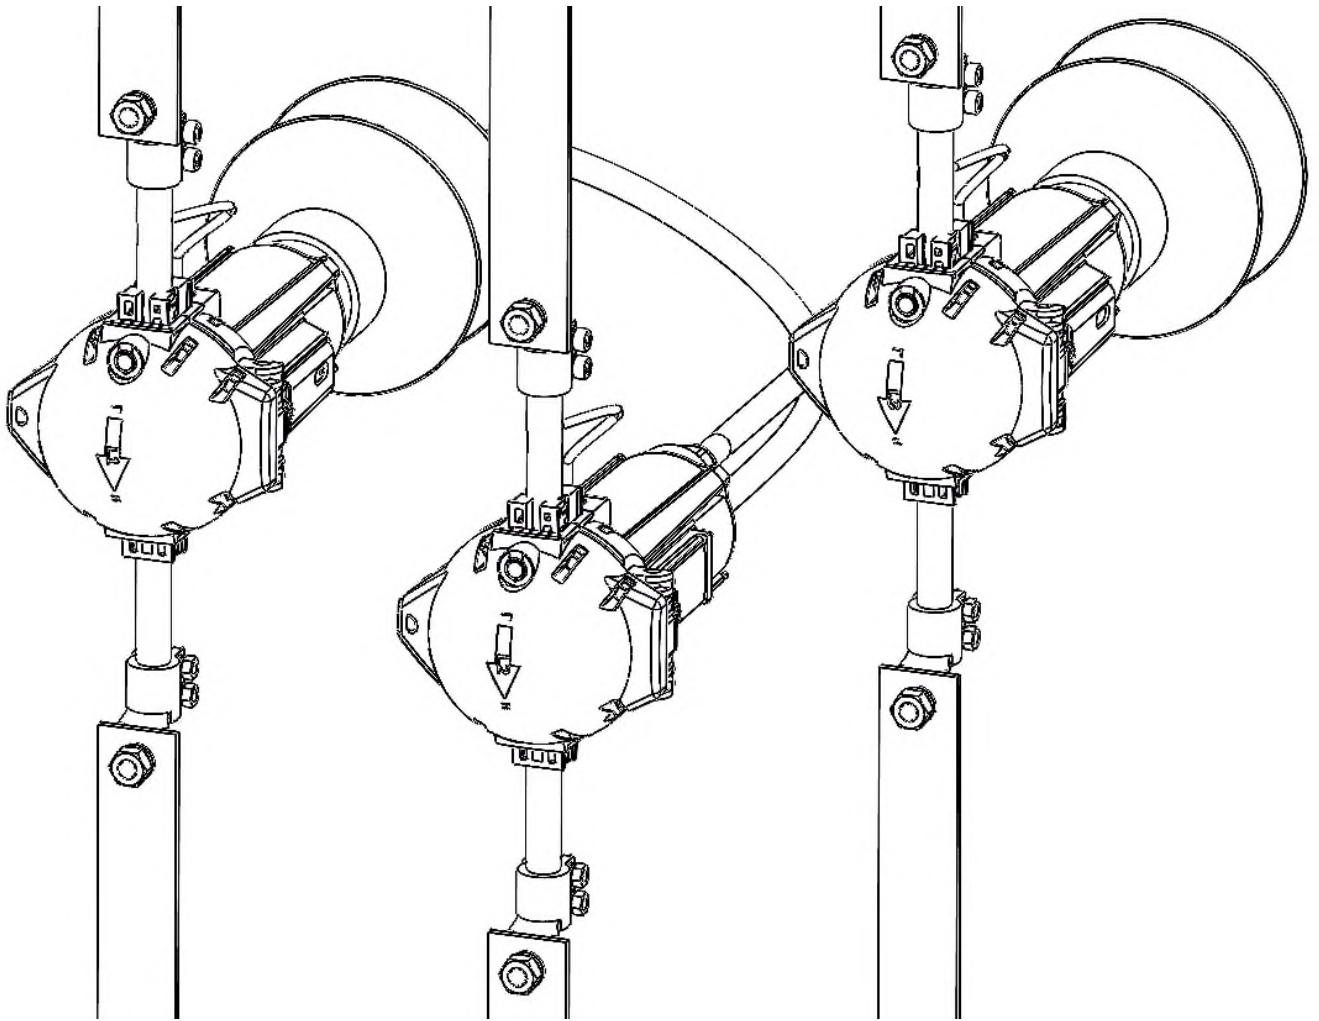

Рис. 13 – Установленный ВПУ на шинах распределительного устройства.
3.4. Выполнить установку на фазные шины (L1 и L3) блоков измерительных БИ1 и БИ2 соответственно. Для этого выполнить действия, описанные для соединительного блока в п. 1 данного раздела. При монтаже блоков обеспечить свободное провисание соединительных кабелей (рис. 13).